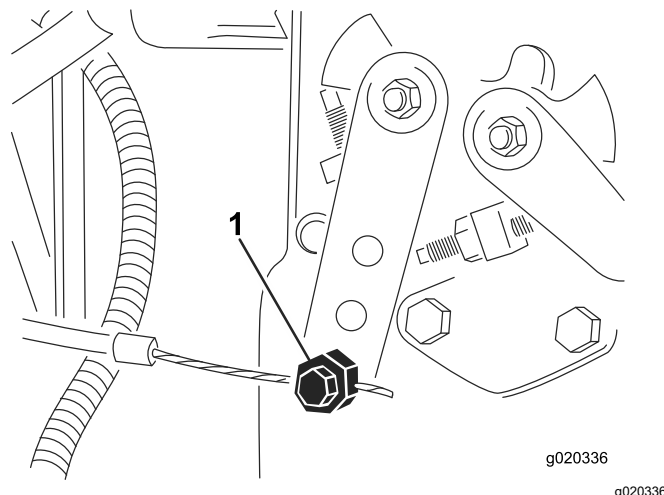

Figura 92
4. Allentate il raccordo del cavo dell'acceleratore sulla leva della pompa di iniezione (Figura 92).